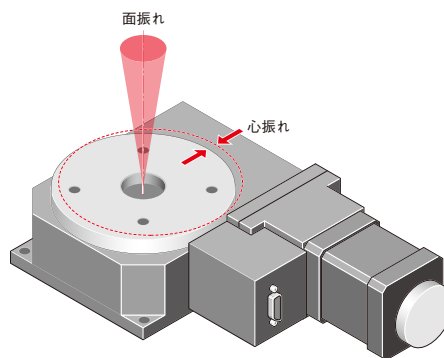

図3-18、図3-19 心振れ/面振れ
3.18 心振れ[JIS B 6194-1997準拠]【図3-18】